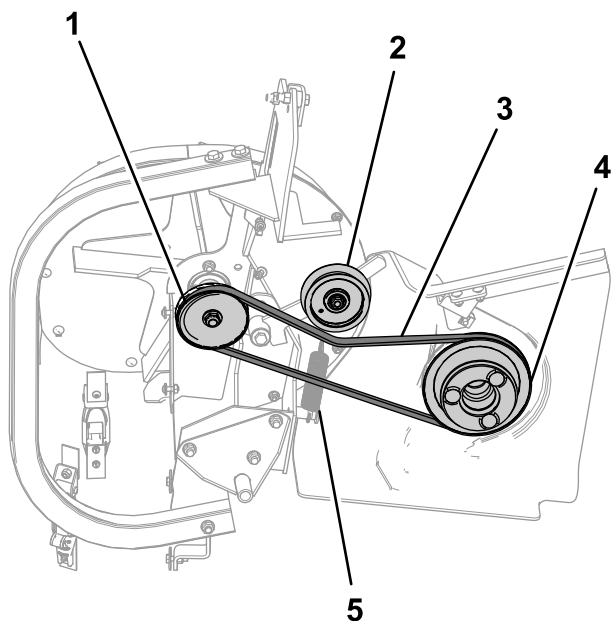

Figure 48
3. Desserrez ou déposez le guide-courroie (Figure 48).
4. Tirez sur la poulie de tension à ressort pour détendre la courroie (Figure 48).
6. Faites passer la courroie neuve autour de la poulie de ventilateur (Figure 48).
7. Serrez ou reposez le guide de courroie (Figure 48).